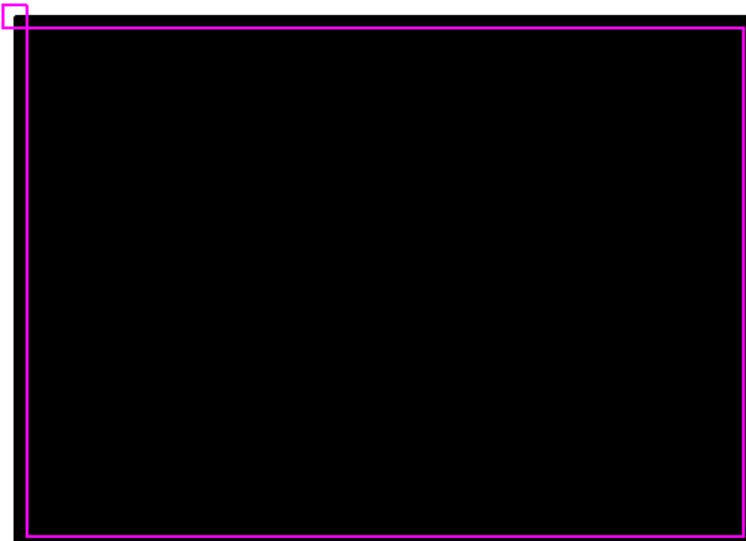

图 6-6.65 新建完成的电路板
**Step12:** 依次单击 Next，直到完成向导。完成后如图 6-6.65 所示。